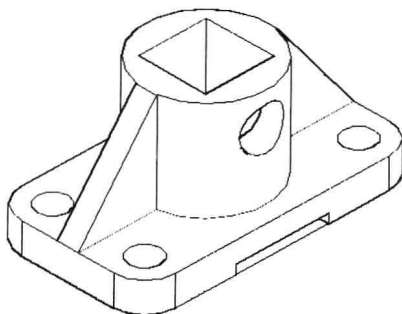

图 9-6-12
(20) 在“实体编辑”面板中单击“差集”按钮, 单击圆角矩形底板、三维多段线拉伸的肋板、圆柱体凸台和矩形拉伸实体, 按 Enter 键; 单击长方体和两个圆柱体, 按 Enter 键, 差集运算后得到的组合实体, 如图 9-6-12 所示。